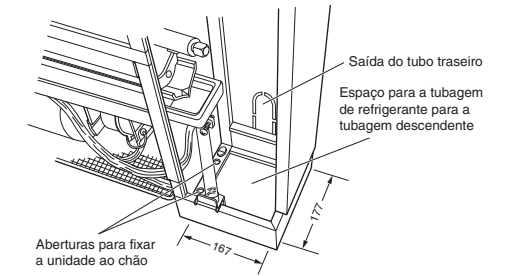

Fig. 3-112
- Quando o tubo descendente for necessário, consulte as dimensões de abertura mostradas na Fig. 3-112.